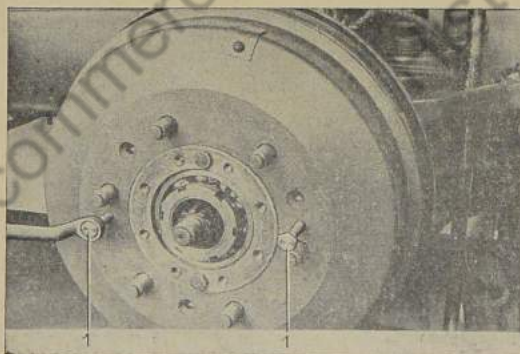

Bild 664: Bremstrommel abdrücken
7. Mit zwei 10 mm Sechskantschrauben die Bremstrommel abdrücken (Bild 664).